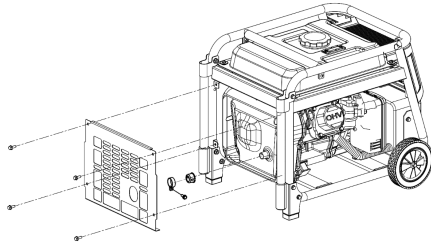

Ilustración 15 Desmontaje de parachispas
7.5 Reparación de parachispas, ver Ilustración 15.